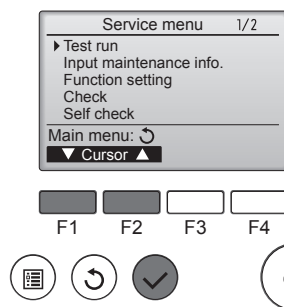

Fig. 7-1
- 1 Selecteer "Test run" (Proefdraaien) in het Service-menu en druk op de toets [SELECTEREN]. (Fig. 7-1)